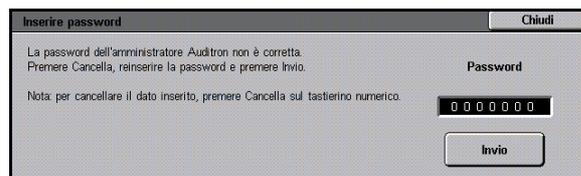

Fig. 14: Schermata Password dell'amministratore Auditron
- 1 Nella schermata Amministrazione Auditron, selezionare **Password dell'amministratore Auditron** per visualizzare la schermata corrispondente, illustrata in Fig. 14.